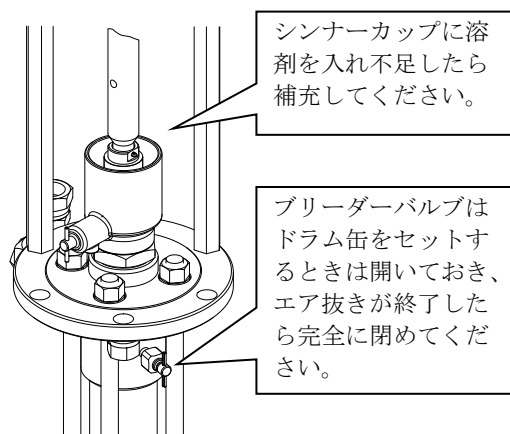

Fig.5
7. 使用前の準備 (Fig.5)
はじめはエアが混入していますので、エアが混入しない状態になるまでポンプを作動させ、正常な液材が出てきたらブリーダーバルブのコックを閉めてください。（Fig.5）